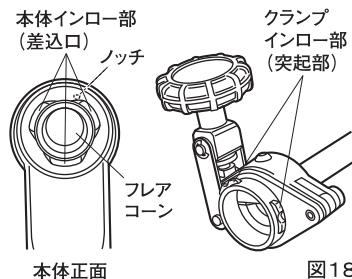

図18
①パイプをセットしたクランプに本体を取付けます。（図18、19）